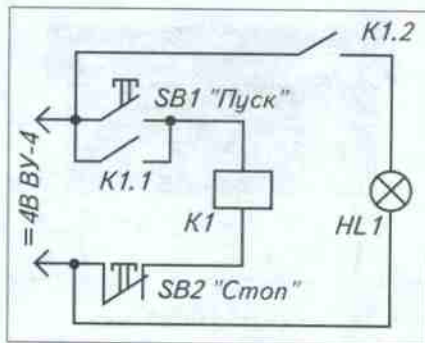

Рис. 17. Схема запоминания электрического сигнала
3. Соберите схему, моделирующую запоминание электрического сигнала с помощью электромагнитного реле (см. рис. 17).